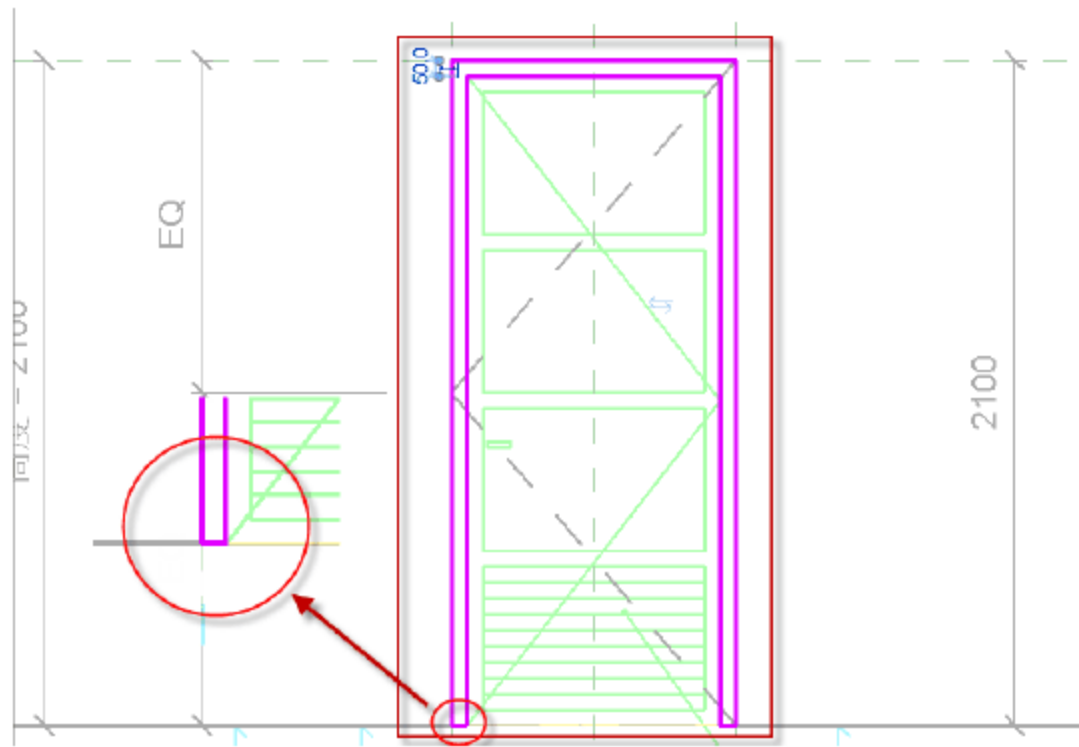

图 6.1.10 绘制门框
(9) 绘制门框。选择“创建”→“拉伸”命令，进入“修改 | 编辑拉伸”界面，用菜单中的绘制工具将门框绘制完成，如图 6.1.10 所示。绘制完成后，单击√按钮完成绘制。